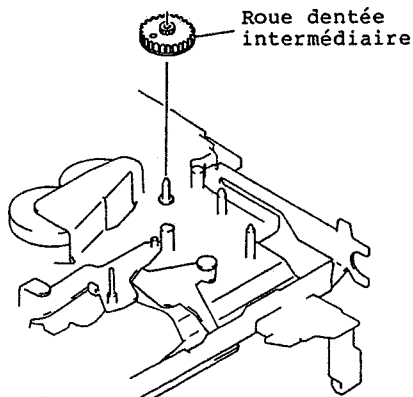

Fig. 2-91
1. Dégager la roue dentée intermédiaire du châssis. (Se reporter à la figure 2-91)